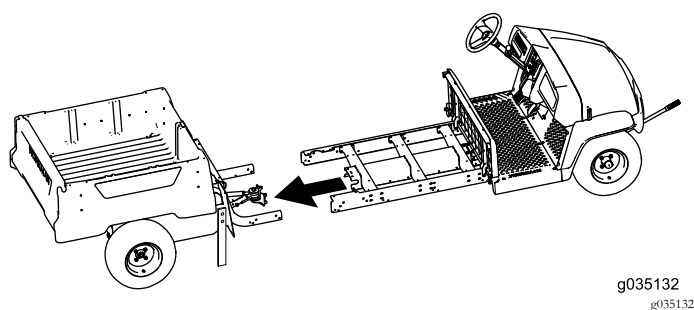

Figure 76
7. Avec l'aide d'une autre personne, rapprochez les sections avant et arrière de la machine l'une de l'autre (Figure 76).